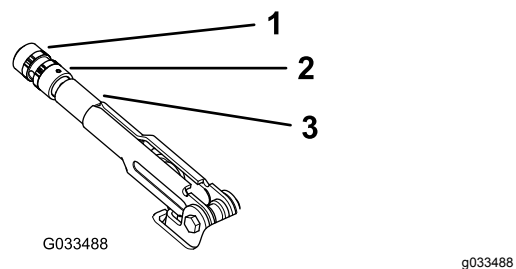

图57
2. 松开将旋钮固定到手刹操纵杆上的固定螺丝图57。
3. 旋转旋钮图57直至达到拉动手刹操纵杆需要的2022kg的力。
4. 调整完成后拧紧固定螺丝图57。